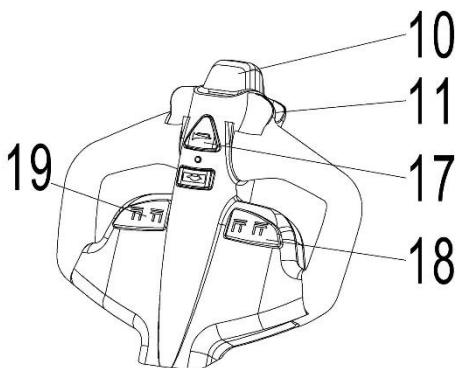
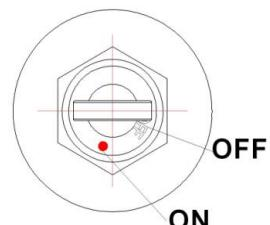
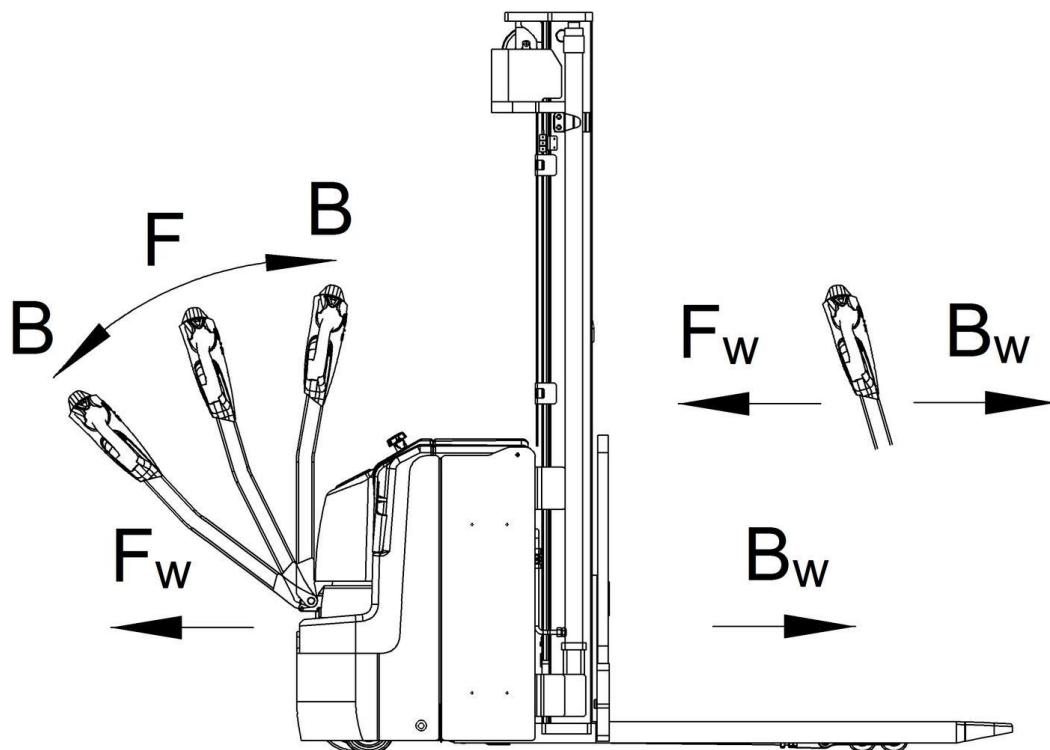

Рис. 7: Рукоятка управления
Рис. 8: Замковый выключатель
Рис. 12: Направления движения
Подведите штабелер с опущенными вилами под поддон полностью. Нажмите и удерживайте кнопку подъема (рис. 7, поз. 19) пока не достигните желаемой высоты подъема.
При нажатии кнопки подъема вил (рис. 7, поз. 19), грузовые и опорные вилы поднимаются вместе, максимальная высота подъема составляет 120 мм, максимальная грузоподъемность - 2000 кг.
Когда вилы подняты на высоту 120 мм, нажмите кнопку подъема грузовых вил (рис. 7, поз. 18), для штабелирования паллеты, максимальная высота подъема - 1600 мм (оборудование используется как тележка для поддонов и штабелер одновременно).
Если вилы штабелера находятся в стеллажном пространстве, необходимо осторожно отъехать от стеллажа с или без паллеты. Во время движения необходимо удостовериться, что вилы не задевают стеллаж. Нажать и удерживать кнопку снижения (рис. 7, поз. 18). Опускать груз, пока вилы не освободятся от паллета, затем аккуратно отъехать от груза.
После того, как ключ повернут в положение «ON» (ВКЛ) (Рис.8) и аварийная кнопка вытянута, переведите ручку управления в рабочее положение («F», рис.12).
Отклоните маховики управления в нужном направлении «вперед» («Fw», рис. 12) или «назад» («Bw», рис. 12).
Контролируйте скорость передвижения при помощи маховиков (рис. 7, поз. 11) для достижения требуемой скорости.
- Переключение маховиков управления (рис. 7, поз. 11) обратно в начальное положение или освобождение маховиков активирует систему торможения. Штабелер тормозит до полной остановки.
- При переключении маховиков управления (рис. 7, поз. 11) из положения «движение в одном направлении» в положение «движение в противоположном направлении», штабелер постепенно тормозит, пока не начнет движение в противоположном направлении.
- Штабелер тормозит, если ручку управления перевести в верхнее или нижнее положение к точкам торможения («B», рис.12). При отпусканье рукоять управления автоматически возвращается в верхнее положение к точке торможения («B», рис.12). Штабелер будет тормозить, пока не остановится.
- Кнопка противоотката (безопасности) (рис. 7, поз. 10) защищает оператора от получения повреждений и травм. Если эта кнопка включена, штабелер тормозит и начинает движение в противоположном направлении («Bw», рис.12) на небольшое расстояние и останавливается. Необходимо помнить, что эта кнопка действует, даже если штабелер не едет, но ручка управления находится в рабочем положении.